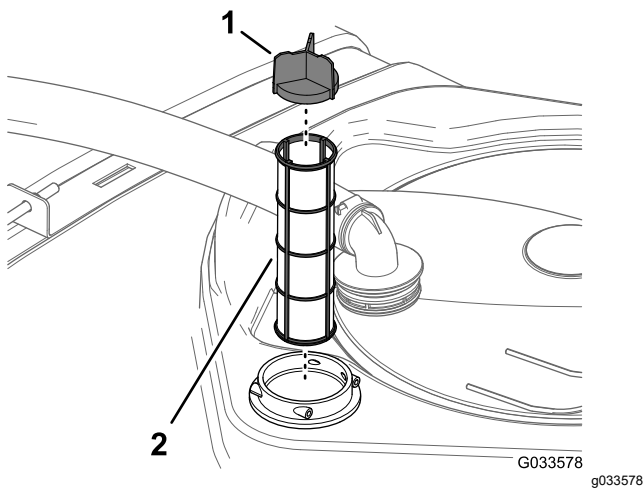

Figura 29
4. Scoatei sita de aspiraie din carcasa filtrului din rezervor (Figura 29).